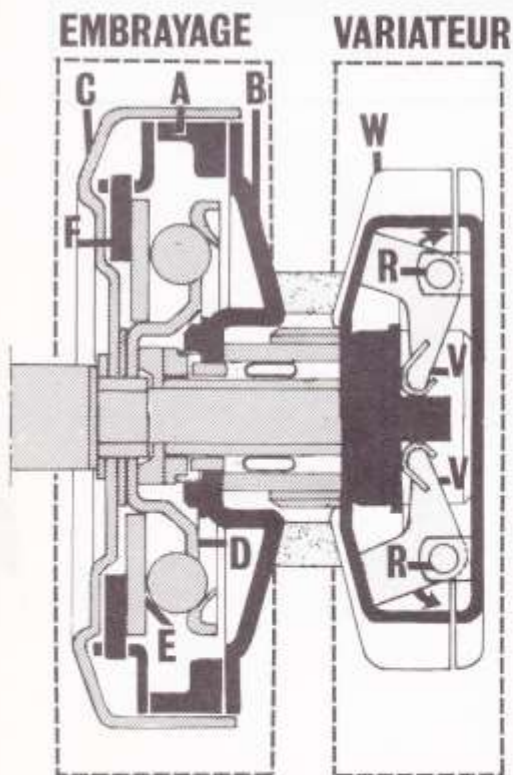

Fig. 14
- 1) L'embrayage de départ (fig. 14),
- 2) L'embrayage automatique à disque (fig. 14),
Lorsque le moteur tourne, l'action sur la poignée des gaz augmente le régime du moteur. Sous l'effet de la force centrifuge, les billes tendent à s'éloigner de l'axe. Prenant appui sur le tambour (D), elles créent une force axiale qui appuie le flasque (E) sur la gamiture d'embrayage (F) laquelle vient en contact avec le tambour (C) (fig. 14).